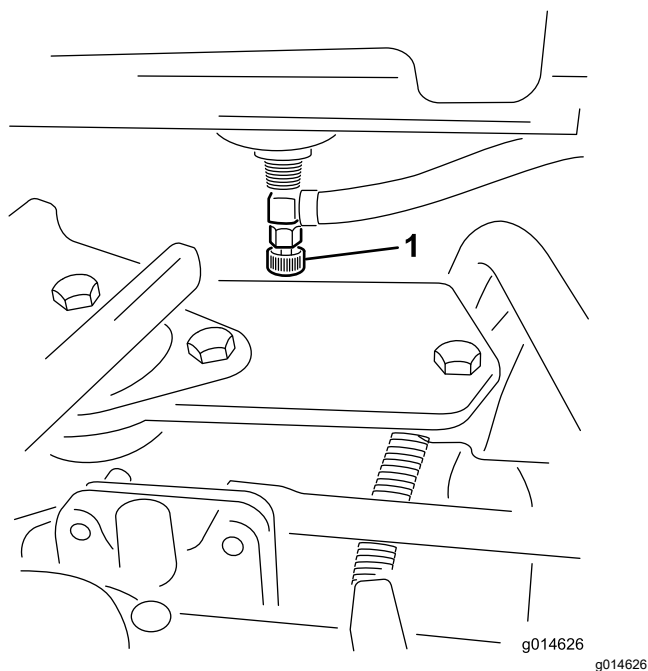

図 34
1. 長期間保管する場合には燃料バルブ 図 34 を閉じておく。